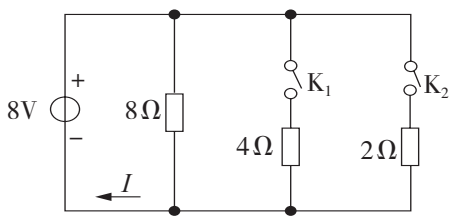

图 1-42 简答题 3 电路图
3. 已知某电路如图 1-42 所示, 求: ①开关 K_1 关闭后, 电流 I 的大小; ②开关 K_1 和 K_2 都关闭时, 电流 I 的大小。